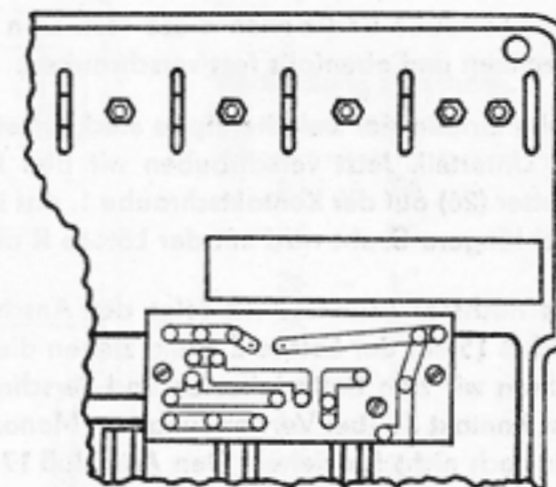

Abb. 13
Der vorgefertigte Zeitgeber (1) wird, mit seinen Bauelementen nach unten, auf die beiden Zapfen gelegt und mit zwei Zylinderblechschrauben (29) festgeschraubt. Drei Anschlußdrähte zeigen nach links, der vierte nach rechts (Abb. 13).